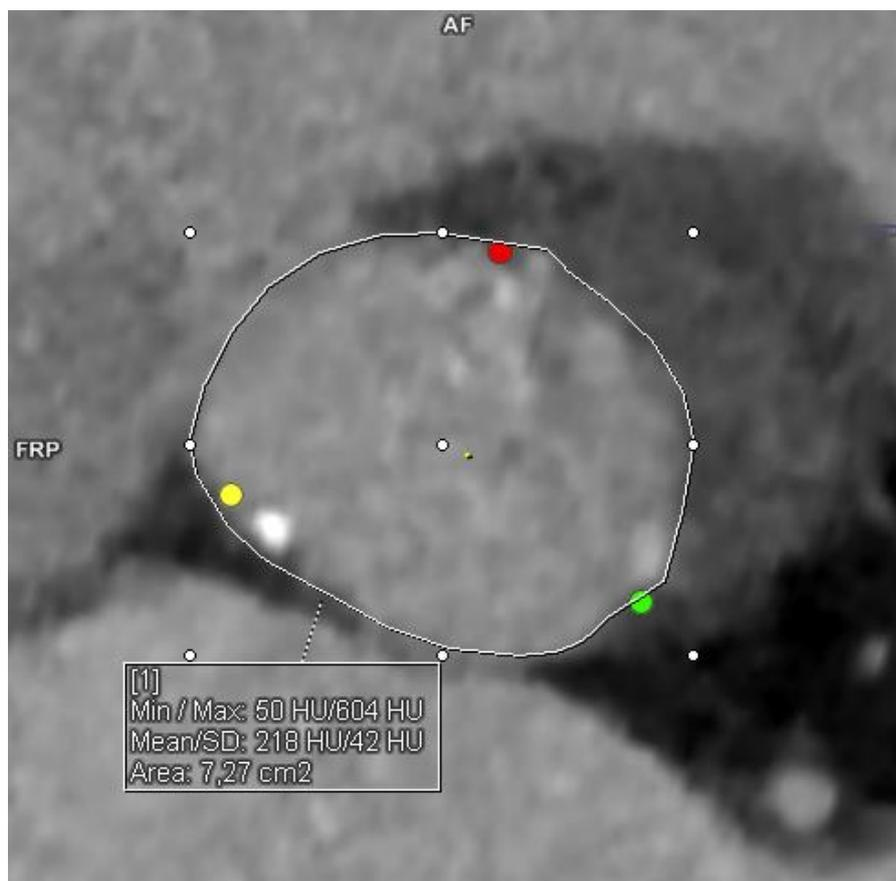

Fig. 2 : Exemple MPR de mesure manuelle correcte avec la fonction « Mesure de la ROI polygonale »
**Pour contourner le problème :** Comme indiqué dans la Fig. 2, toute mesure annulaire doit être effectuée manuellement dans le segment MPR présentant le plan de l'anneau. Il est possible d'utiliser les outils ROI polygonale et/ou Ligne droite.